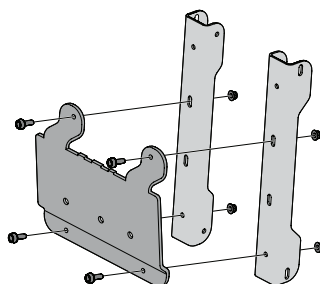

Figure 3
1. Placez les deux montants (789-04278) face vers le bas sur une surface de travail comme indiqué dans la Figure 3.
2. Placez la plaque de montage (689-02559) sur les montants avec les brides courbées vers l'intérieur et le rebord inférieur alignés avec les trous des montants. Voir Figure 3.
3. Fixez la plaque de montage et les supports avec 4 boulons (710-1238) et 4 écrous autobloquants (712-04063) du kit de quincaillerie (689-02619). Voir Figure 3.